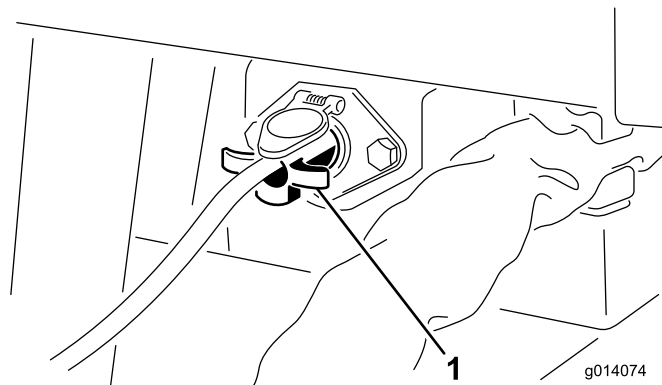

図 9
- SH モデルでは、ON/OFF ペンダントスイッチ（の4ピン側）を、本装置の左前角部にあるソケットに接続する（図 9）。